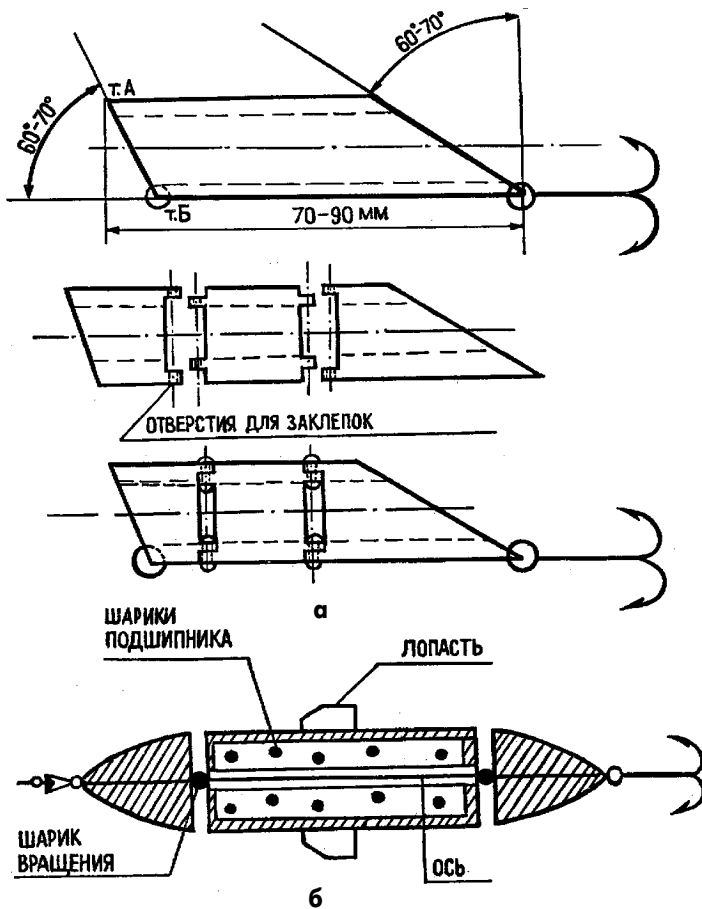

Рис.3
**Трубчатая блесна.** При сравнительно небольших размерах (длиной около 50 мм) такой блесной можно с успехом ловить щук, судака, жереха, окуня и других хищных рыб весной. А вот осенью размеры такой блесны желательнее увеличить до 70...90 мм. Вес блесны, а он зависит от толщины стенок трубки и выбранной длины, определяется исходя из местных условий - глубины водоема и его течения. Большая глубина и сильное течение - блесна нужна потяжелее (в середину трубки заливается олово или свинец), и наоборот. Изготовить такую блесну не составляет особого труда, лишь бы была подходящая металлическая трубка. Цвет трубки выбирают по тому же принципу, как и цвет обычной колебалки. Изготавливая блесну, учитывают следующее. Если лесу (через карабинчик) крепить к острому переднему срезу блесны (рис.3,а), то тогда блесна при проводке идет вяло, почти не "играет", а поэтому и не привлекает хищника. В случае крепления блесны к тупому переднему срезу блесна во время проводки начинает рыскать из одной стороны в другую,
Головную и хвостовую части блесны (не вращающиеся) можно изготовить из металлических колпачков старых перьевых авторучек, отрезав их необходимой длины (по 20 мм), и залить оловом или свинцом. По возможности эти части блесны лучше выточить. Затем вдоль оси по центру просверлить отверстия в обеих частях диаметром около 1 мм и произвести небольшие углубления для шарика. Через трубочку вращающегося цилиндра и наконечники (головной и хвостовой) продеть стальную проволоку Ø0,7 мм. Предварительно между наконечниками и цилиндром на проволоочную ось нужно надеть бусинки (по одной с каждого конца) наподобие шарика, как у вертушки, чтобы свободно вращался цилиндр. Проволочную ось к наконечникам крепят неподвижно - припаивают. В головной части собранной блесны устанавливают карабинчик, а в хвостовой части через заводное кольцо - тройник (рис.3,б). При проводке блесны ее центральная часть - цилиндр с лопастями вращается, металлические шарики, перекатываясь внутри блесны, создают небольшой шум, который и привлекает внимание хищника. Поверхность блесны желательно покрыть водостойкой серебристой (золотистой) краской. Размеры блесны можно уменьшить или увеличить в зависимости от того, какого хищника предполагает ловить рыбак.